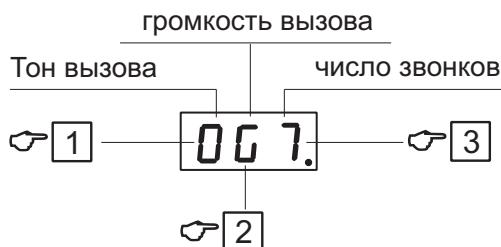

Рис. 23: Меню пользователя
- Ввести номер квартиры, а затем коснуться кнопки (поля) КЛЮЧ и ввести код замка кодового. На дисплее укажется меню пользователя, где возможно производить изменения параметров (см. рис. 23).